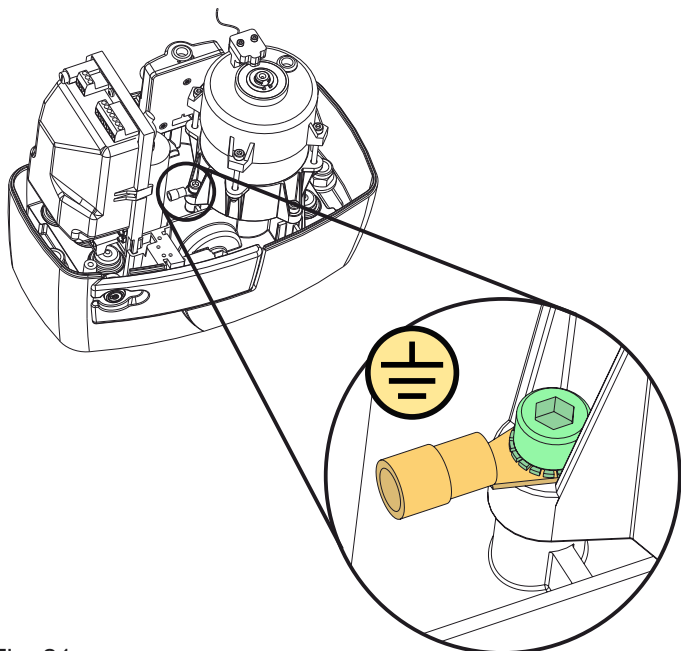

Fig. 21
10.1. Avant de connecter l'opérateur, prévoir sa mise à la terre, comme indiqué en la Fig. 21 ou en Fig. 22, selon le modèle utilisé.